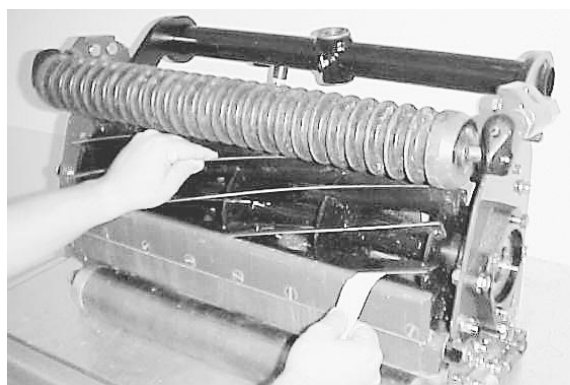

Fig. 7
1. Dreie klippeenheten bakover for å komme til sylindere og knivplaten (fig. 7).
3. Stikk en 3 cm bred remse avisepapir loddrett inn i forhold til knivplaten og dreie sylindere langsomt i vanlig arbeidsretning. Sylindere skal klippe av papiret. Gjør dette i begge ender av knivplaten (fig. 7).